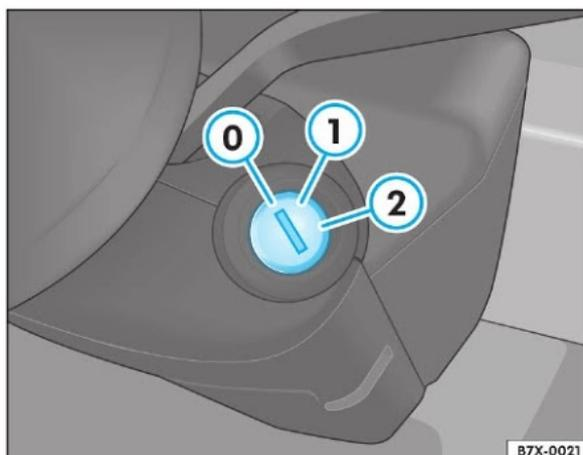

Fig. 57 Posições da chave no cilindro da ignição
Nesta posição ⇒ fig. 57 0, o motor e a ignição estão desligados.
Nesta posição ⇒ fig. 57 1, as luzes indicadoras são acesas e a direção é destravada.
Nesta posição ⇒ fig. 57 2, é dada a partida no motor, sendo temporariamente desligados os grandes consumidores elétricos.
- Gire a chave até a posição ⇒ Página 65, fig. 57 , para dar partida no motor.
- Gire a chave da ignição para a posição  ⇒ Página 65, fig. 57.